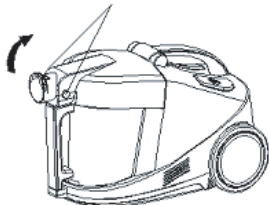

Рис. 1
1. Нажмите кнопку фиксации и поднимите крышку контейнера для воды (Рис.1).